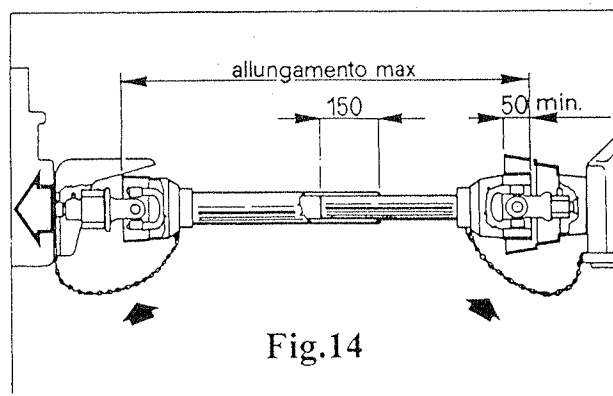

Fig.14
- * Assicurarsi che il cardano in posizione di massima chiusura resti aperto non meno di 5 cm, in caso di massima apertura i due pezzi devono essere sovrapposti non meno di 15 cm. (fig.14)
- * Make sure that, when the drive-shaft is at maximum closing, there are still 5 cm left and, when it is at maximum extension, the two parts overlap at least 15 cm.(fig.14)